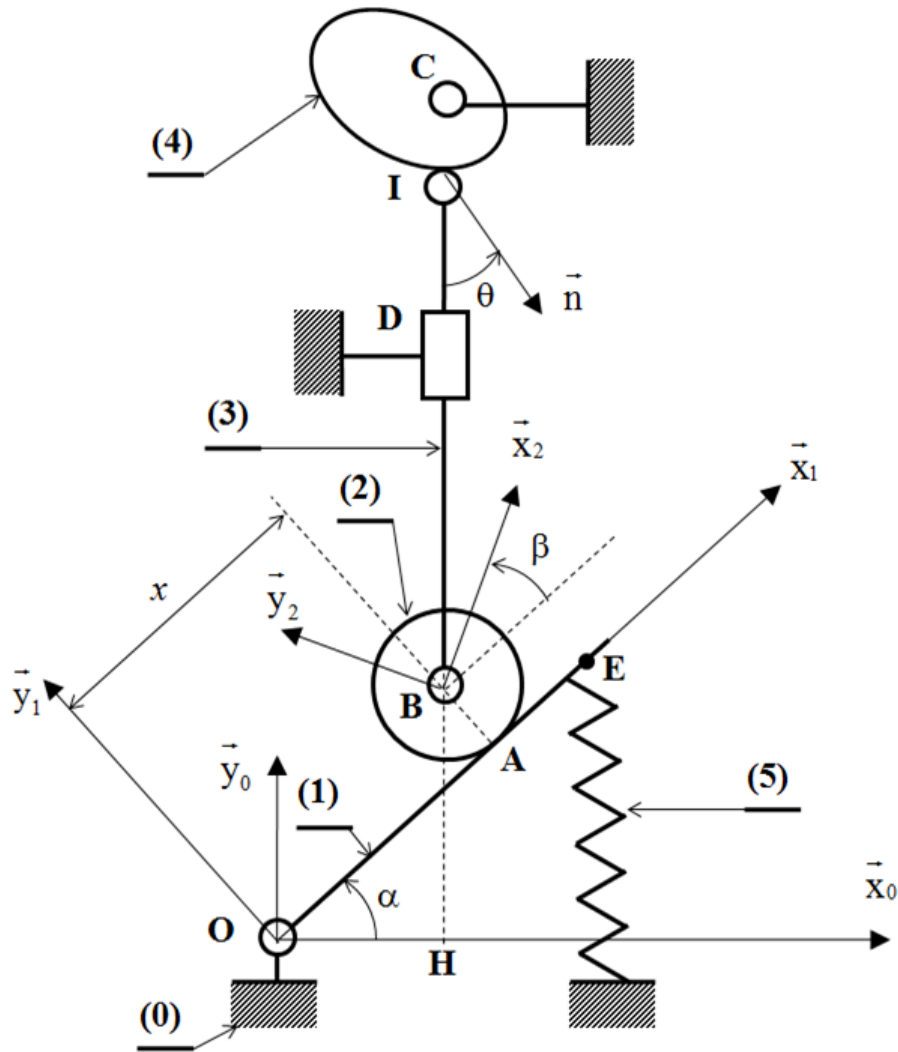

FIGURE 3 – schéma cinématique minimal du mécanisme d'inclinaison de volet
La figure 3 représente le schéma cinématique minimal du mécanisme d'inclinaison de volet. Les principaux éléments constituant ce mécanisme sont :
- 6) Déterminer graphiquement sur la figure 3 le CIR I_{20} .